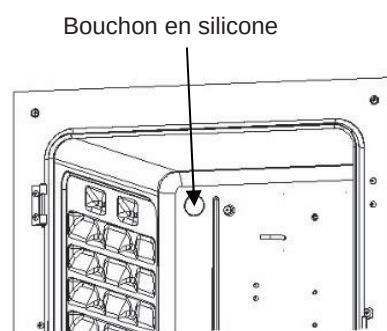
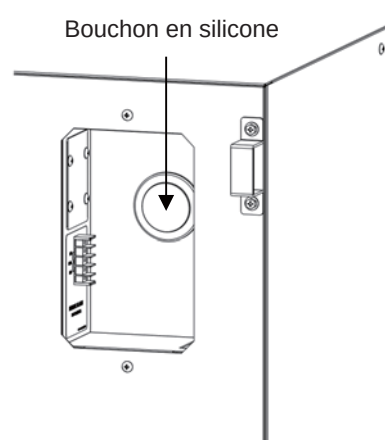

Fig. 8
Fig. 9
9. Enlevez les bouchons en silicone de l'ouverture d'accès depuis l'intérieur (Fig. 8) et l'extérieur (Fig. 9).